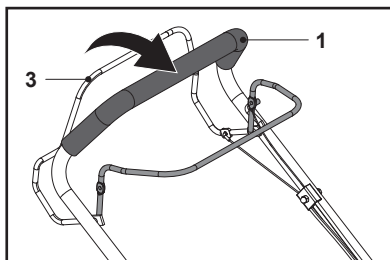

Fig. 14
1. Pousser le levier de traction (3) vers l'avant et le maintenir contre le guidon (1) pour engager les roues arrière (23) (Fig. 14).
2. Relâcher le levier de traction (3) pour désengager les roues arrière (23).